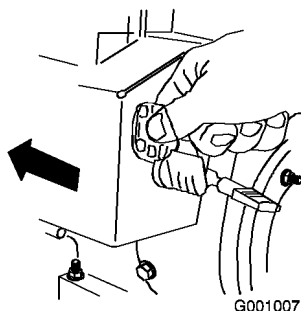

Figure 22
5. Insérez la clé de contact dans le commutateur d'allumage (Figure 22).